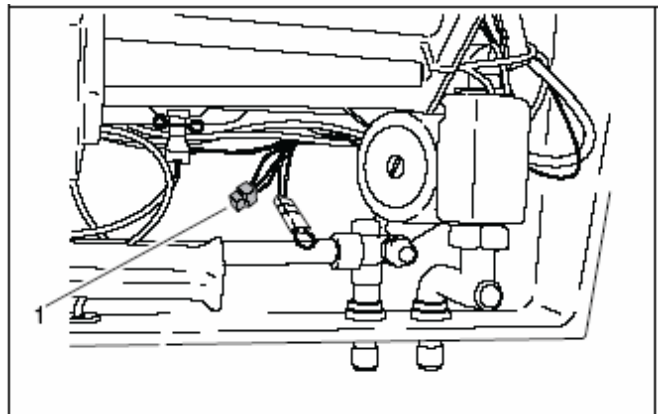

Рис. 12 Подключение трехходового клапана внешнего накопительного водонагревателя
- В трехходовом клапане со штекером: штекерный разъем соединить со штекером внешнего накопительного водонагревателя (рис. 12, поз. 1).